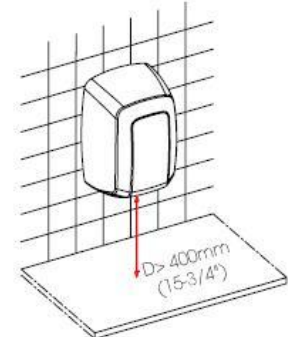

Abbildung 13
**HINWEIS:** Ein Mindestabstand von 400 mm (15,80”) zu Fensterbänken, Marmorteilen oder Waschbecken muss berücksichtigt werden (Abb. 13) . Es müssen soweit wie möglich alle reflektierenden Oberflächen im Bereich des IR-Sensors des Handrockners vermieden werden.